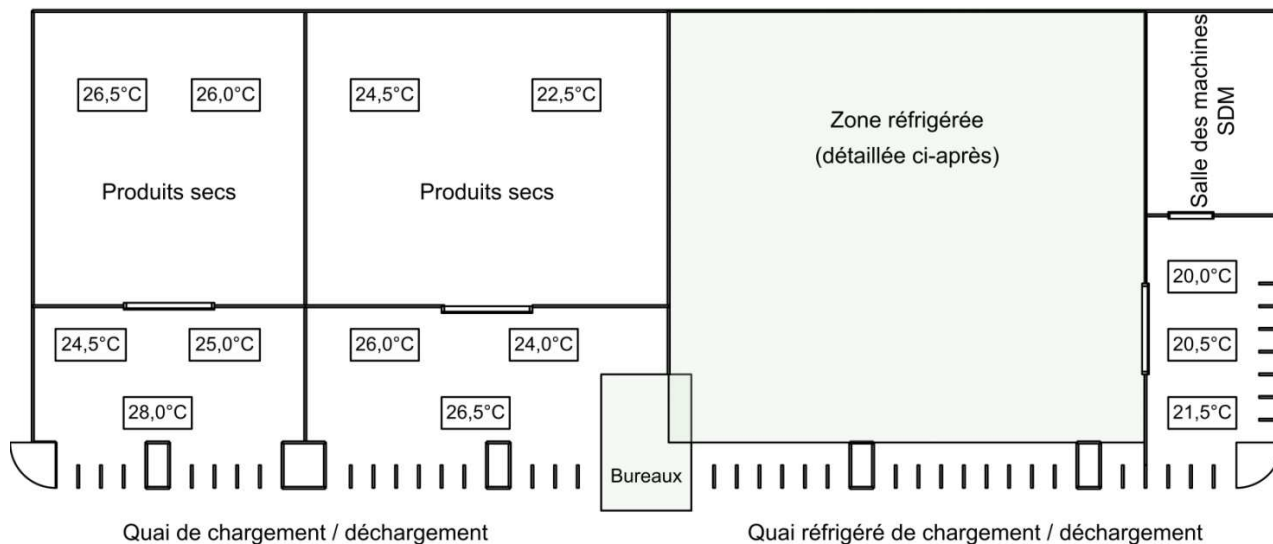

Figure 1 : Plan de masse de la plateforme logistique
Localisation des capteurs de température (figures 1 et 2) :
- Pour les **surfaces de produits secs** et les **surfaces de froid positif**, les températures, repérées par le symbole $x^{\circ}\text{C}$ dans les figures 1 et 2, sont mesurées au niveau du plafond de l'entrepôt.
- De **modules d'acquisition de températures (TDA_08)** : on utilise des modules « simples » qui assurent l'acquisition des températures (symbolisées par $x^{\circ}\text{C}$ dans les figures 1 et 2). Trois modules TDA_08 permettent d'acquérir un total de 22 températures différentes sur les 24 qu'ils pourraient acquérir.
Question B.1 En appliquant le principe de la conservation de l'énergie au cycle thermodynamique d'une machine frigorifique (toute l'énergie entrante est égale à l'énergie sortante), retrouver à partir de la figure 1 de l'annexe 3, l'équation du bilan énergétique de cette machine (on négligera les pertes).